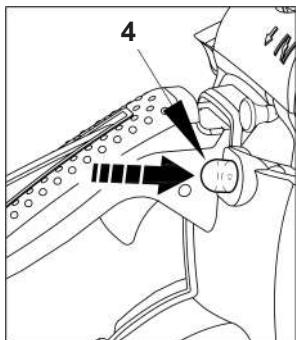

Рис. 6.3
5. Нажмайте на праймер для предварительной подкачки топлива (рис. 6.3 поз. 4) до тех пор, пока не увидите, что топливо начало циркулировать.